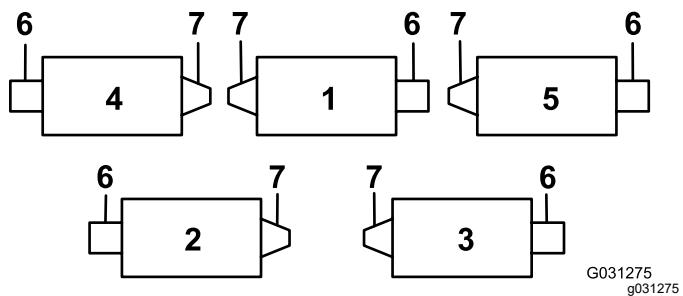
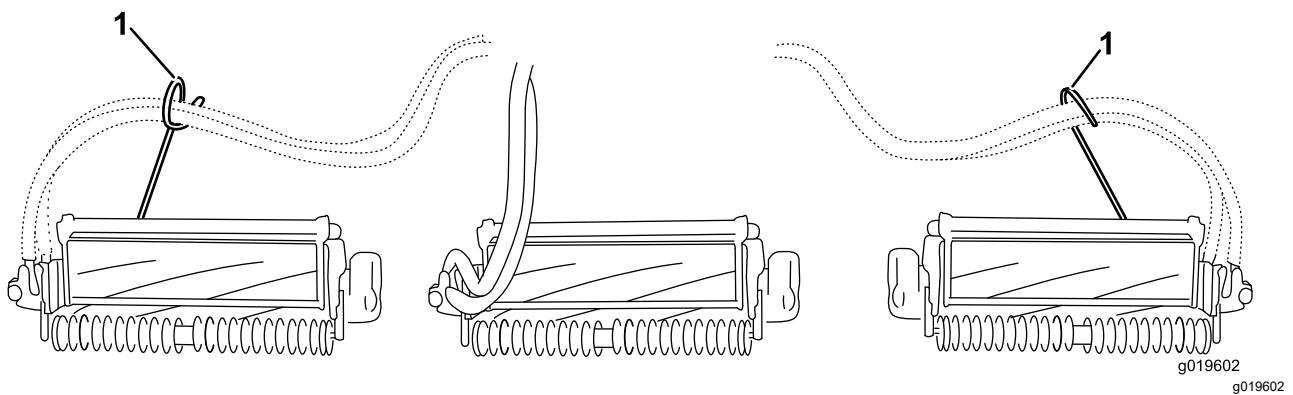
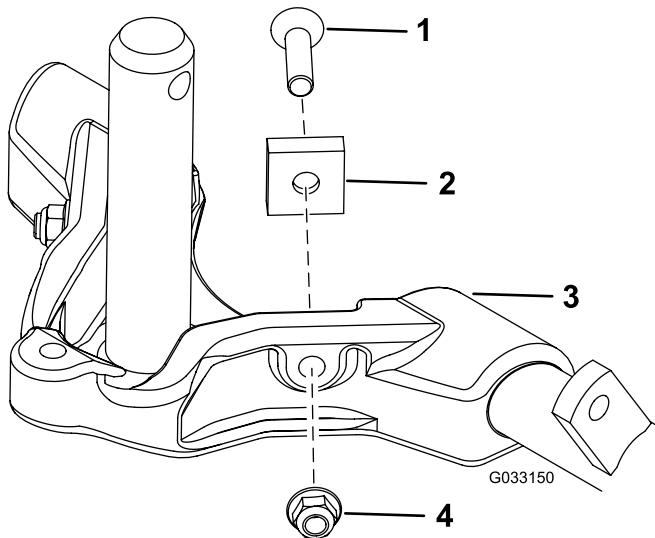

図 12
図 14
図 15
重要 4番左前カッティングユニットと、5番右前カッティングユニットでは、ロッドブラケット取り付けナットを使って、各ユニットのタブの前にホースガイドを取り付ける。ホースガイドは、中央カッティングユニットに向かって傾斜するのが正しい図12-図14。
- 後ろのカッティングユニット2番と3番のキャリアフレームから、ピボットスペーサ、六角ソケットねじ、およびフランジロックナット各2図15を取り外すことにより、これらのカッティングユニットの首振り追従性能を向上させることができます図12。